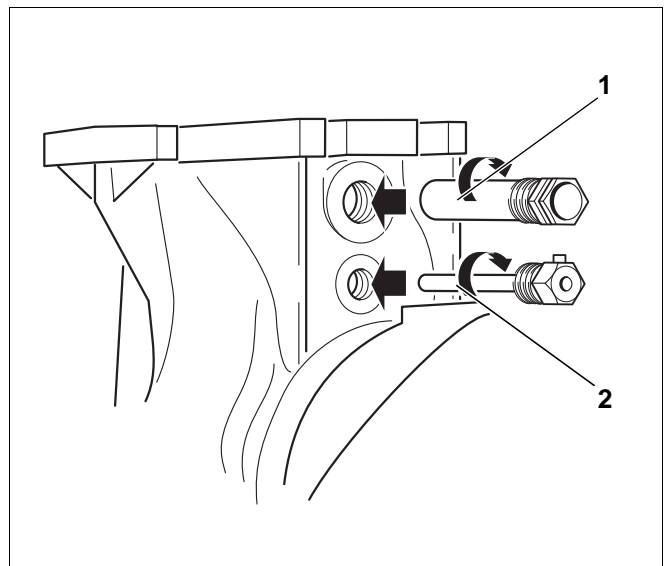

Рис. 21
- Вставить погружную гильзу $\frac{3}{4}$ " спереди (длина 110 мм) в верхнее резьбовое отверстие $\frac{3}{4}$ " штуцера подающей линии (рис. 21, поз. 1).
- Вставить погружную гильзу $\frac{1}{2}$ " спереди (длина 110 мм) в нижнее резьбовое отверстие $\frac{1}{2}$ " штуцера подающей линии (рис. 21, поз. 2).